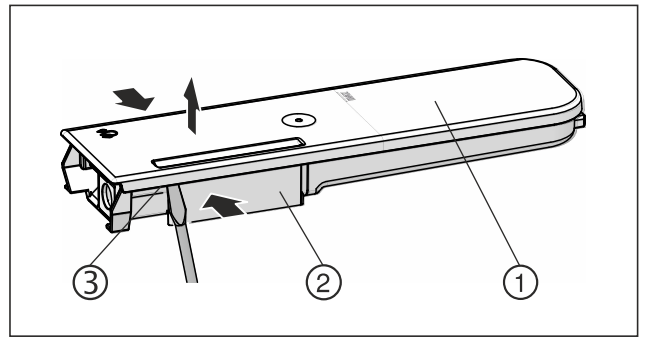

Fig. 146
- ▶ Притисніть бак для води Fig. 146 (2), обережно підчепіть і потягніть угору кришку Fig. 146 (1) за допомогою фіксувальних язичків Fig. 146 (3).
- ▶ Обережно порушайте кришку Fig. 146 (1) вперед-назад і зніміть її вгору.